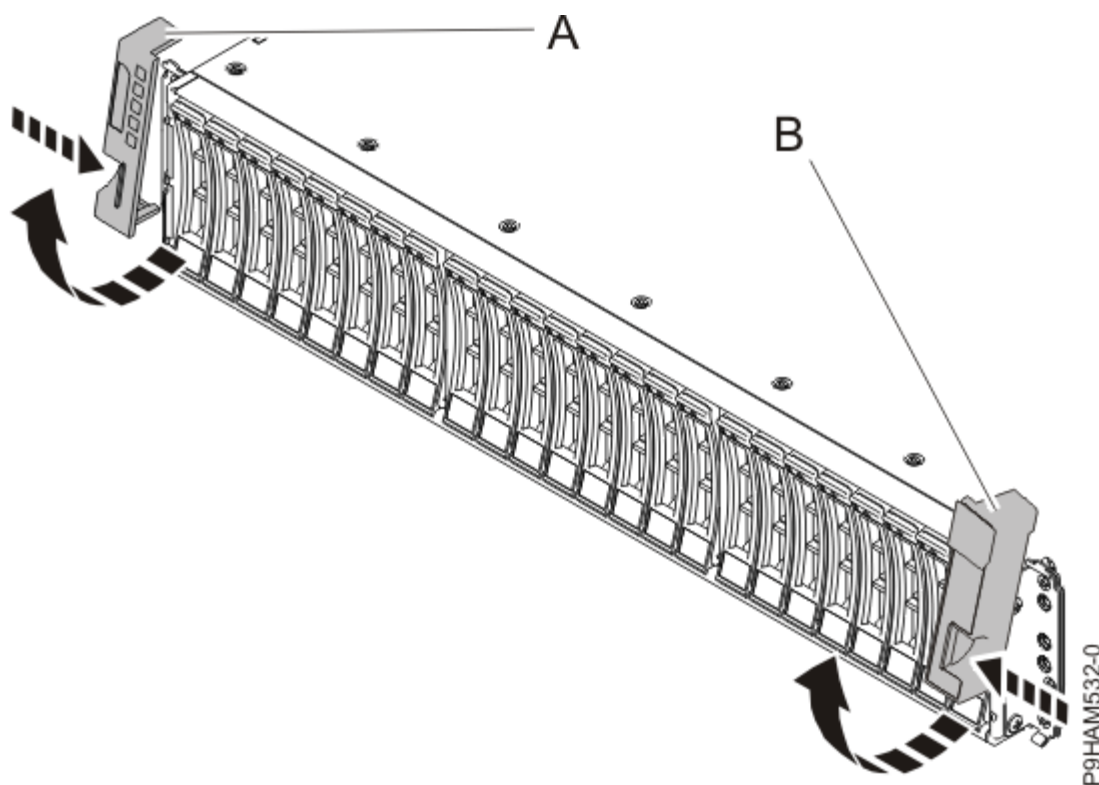

Figura 2. Remover as tampas laterais
3. Na parte anterior do bastidor, remova a tampa do lado esquerdo **(A)** e a do lado direito **(B)** para mostrar os suportes de instalação. Aperte o trinco para rodar a tampa para cima e para a retirar do bordo da caixa, tal como é demonstrado em Figura 2 na página 19.